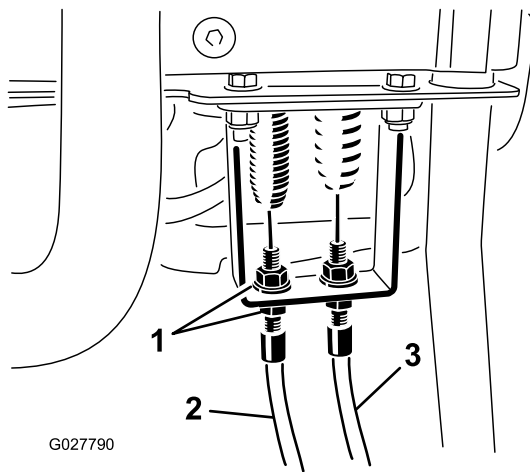

Bild 50
3. Lösen Sie den Spindelbowdenzug am Holmschott, bis das Kabel Spiel hat (Bild 50).